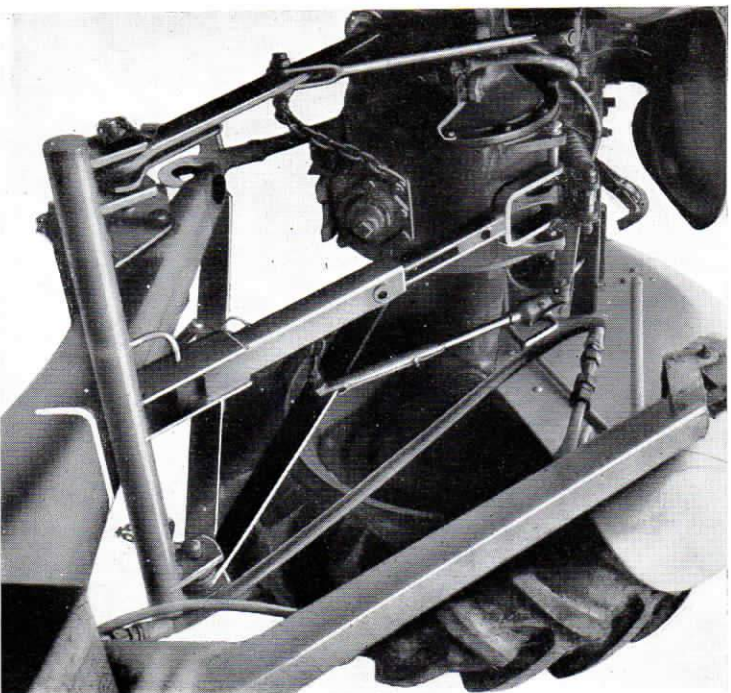

Fig. 5
(Voir fig. 5 et 6)
- Reculer à nouveau le tracteur et l'arrêter quand l'œil de la flèche se présente juste à l'aplomb du crochet (pour faciliter ultérieurement cette opération il est recommandé de marquer la flèche à la peinture à l'emplacement de la traverse (voir fig. 5)).